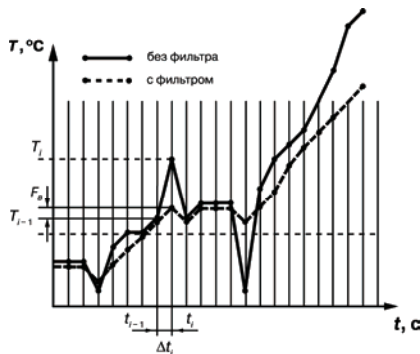

Рисунок 3
3.2.4.2 Во-первых, фильтр устраняет сильные единичные помехи (рисунок 3).
Если измеренное значение T_i отличается от предыдущего T_{i-1} на величину, большую, чем значение параметра F_B (заданная «полоса фильтра»), то прибор присваивает ему значение равное $(T_{i-1} + F_B)$ (рисунок 3). Таким образом характеристика сглаживается.